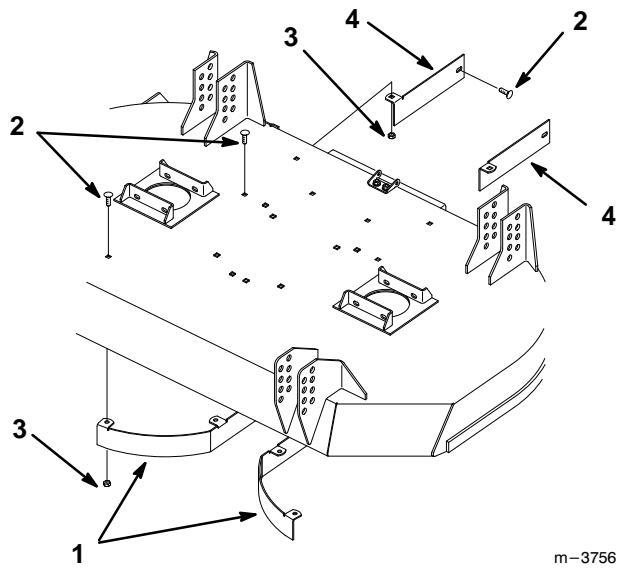

Figure 8
- Enlever les écrous et les boulons de carrossier de l'unité de coupe pour déposer les déflecteurs de ramassage droit et gauche et les déflecteurs d'éjection droit et gauche (Fig. 8).
3. Mettre les déflecteurs de ramassage droit et gauche en place dans l'unité de coupe, et les fixer à l'aide des 6 boulons de carrossier de 5/16–18 x 3/4" (19 mm) insérés par le haut de l'unité, et des 6 écrous de 5/16" (Fig. 8).
4. Mettre les déflecteurs d'éjection droit et gauche en place dans l'unité de coupe, et les fixer à l'aide des 4 boulons de carrossier de 5/16–18 x 3/4" (19 mm) insérés par le haut de l'unité, et des 4 écrous de 5/16" (Fig. 8).